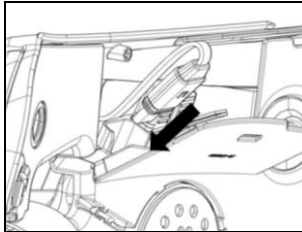

Fig. 7
- Aligner le connecteur du clavier avec l'e-box (Fig. 7).
- Introduire délicatement le connecteur dans son logement jusqu'à ce qu'il soit complètement inséré (Fig. 7).